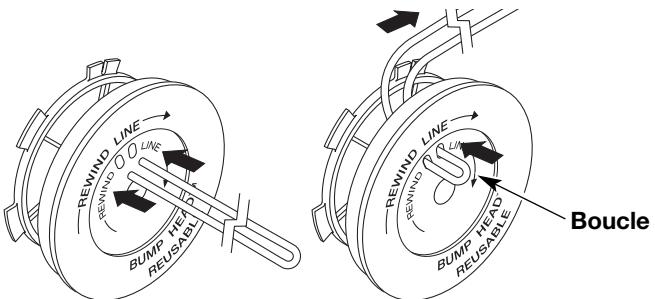

Fig. 20
6. Découpez environ 6 m (20 pi) de fil neuf et faites-en deux boucles de longueurs égales. Insérez chaque extrémité de fil dans l'un des deux trous du moulinet (Fig. 20). Tirez le fil à travers le moulinet pour que la boucle soit le plus petit possible.